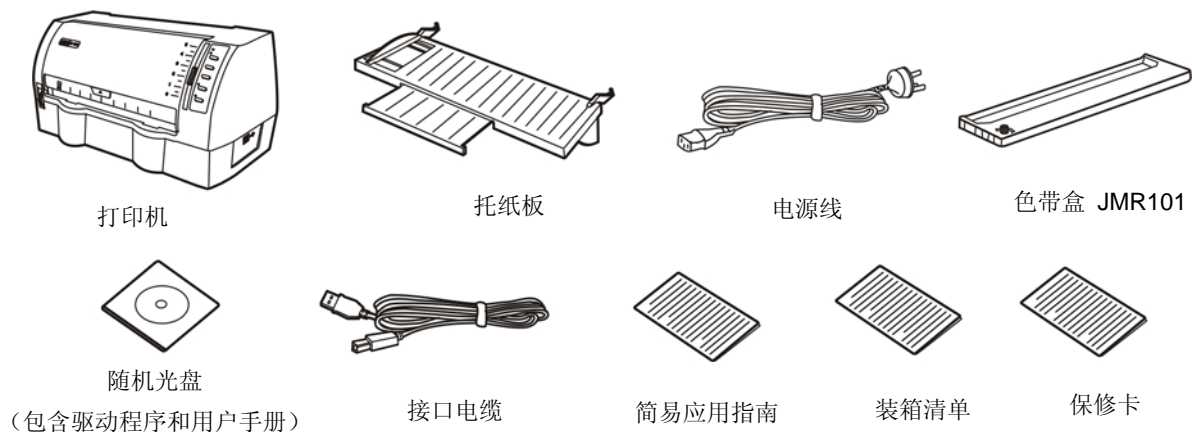

图 2-1 包装箱内打印机包装清单
在打印机包装箱内，应具有以下各项：(1) 打印机；(2) 托纸板；(3) 电源线；(4) 接口电缆；(5) 随机光盘；(6) 色带盒 JMR101；(7) 简易应用指南；(8) 保修卡；(9) 装箱清单。请核对图 2-1 所示包装清单。如有任何东西遗失，请联络经销商。